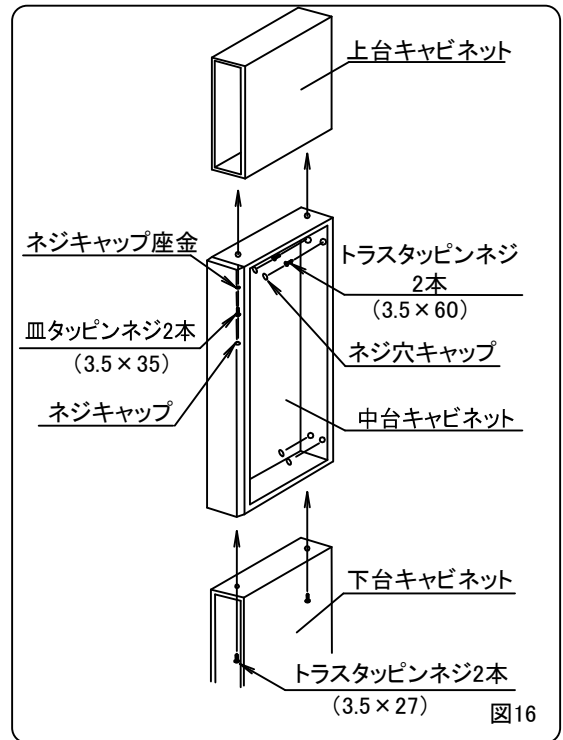

図16
- ②下台キャビネットに中台キャビネットを乗せ、両キャビネットの前面側面を合わせてネジ(トラスタッピンネジ3.5×27)で連結する。(14ページ 図16)
- ③中台キャビネットに上台キャビネットをのせ、両キャビネットの前面側面を合わせてネジキャップ座金を通したネジ(皿タッピンネジ3.5×35)で連結する。(14ページ 図16)
- ④ネジキャップ座金にネジキャップをはめ込む。(14ページ 図16)
- ①設置場所にキャビネットを仮置きし、中台キャビネット後板上方の下穴よりネジ(トラスタッピンネジ3.5×60)2本で固定する。(14ページ 図16)
- ②中台キャビネット後板の下穴にネジ穴キャップをはめ込む。(14ページ 図16)
- ③木口カバー裏面にシリコンを塗布し、両面テープで中台キャビネットの木口に貼付ける。